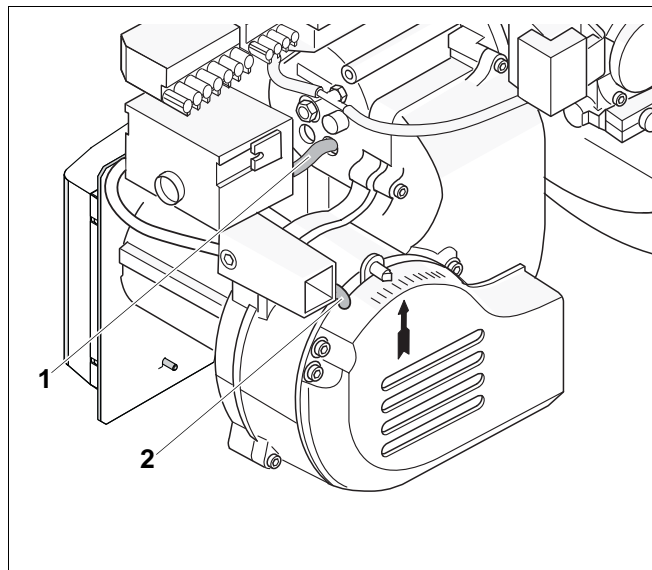

Рис. 54 Штекер на реле контроля давления воздуха
Перед тем как отсоединить импульсные линии, пометьте их положения (рис. 54, **поз. 1** и **2**) на реле контроля давления воздуха.
- Подсоедините импульсную линию от вентилятора (рис. 54, **поз. 1**) к положительному полюсу реле контроля давления воздуха.
- Подсоедините импульсную линию от кожуха крыльчатки вентилятора (рис. 54, **поз. 2**) к отрицательному полюсу реле контроля давления воздуха.